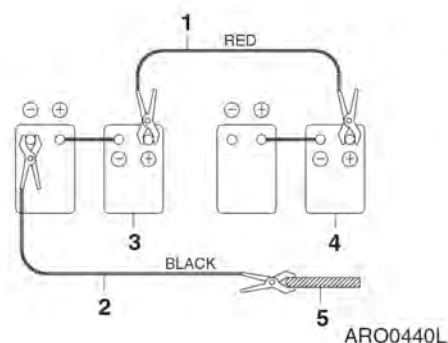

Рис. 15
1. Заглушить двигатель машины, на которой установлены вспомогательные (внешние) батареи (рис. 15).
2. Подключить один конец красного кабеля (1, рис. 15) к положительному (+) выводу батареи машины (4), а другой конец – к положительному (+) выводу внешней батареи (3).
3. Подключить один конец черного кабеля (2, рис. 15) к отрицательному (-) выводу внешней батареи, а затем соединить другой конец (-) черного кабеля с верхней частью рамы (5) запускаемой машины (2, рис. 15). При выполнении последнего соединения с верхней частью рамы следует подключать конец кабеля как можно дальше от батарей машины. НЕ СОЕДИНЯТЬ НЕПОСРЕДСТВЕННО С ОТРИЦАТЕЛЬНЫМ ВЫВОДОМ БАТАРЕИ.
1. Сначала отсоединить черный отрицательный (-) кабель (2, рис. 15) от рамы машины (5).
2. Отсоединить другой конец черного отрицательного (-) кабеля (2, рис. 15) от внешней батареи (3).
3. Отсоединить красный положительный (+) кабель (1, рис. 15) от внешней батареи (3).
4. Отсоединить красный положительный (+) кабель (1, рис. 15) от батарей машины (4).